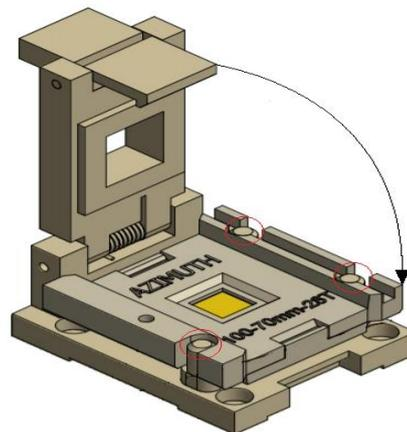

Рисунок 4. Расположение спутника-носителя в контактирующем устройстве
2. Установите спутник-носитель вместе с микросхемой в контактирующее устройство и прижмите его крышкой контактирующего устройства (Рисунок 4);